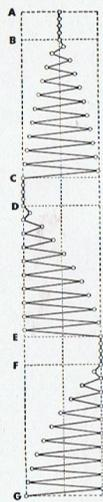

Abb. 27
**Zentraler Nadelausschlag.** Für normale Arbeiten muß sich der Ausschlaghebel B, Abb. 26, in seiner Mittelstellung befinden. Die Maschine erzeugt dann Zickzacknähte, die zentral zur geraden Naht angeordnet sind. Die Strecke A—C in Abb. 27 ist mit zentralem Ausschlag (Ausschlaghebel in Mittelstellung) genäht. Die Teilstrecke A—B stellt die in der Mitte liegende gerade Naht dar, die Strecke B—C verschiedene Zickzackstiche bis zur äußersten Breite von 4 mm.
**Linksseitiger Nadelausschlag.** Wird der Ausschlaghebel B, wie in Abb. 26 gezeigt, nach links oben gestellt, so verlagert sich die gerade Naht an den linken Rand des größten Überstichbereiches von 4 mm (s. Strecke C—D), während die Nadel nach rechts hin ausschlägt und die Zickzackstiche demnach einseitig zur geraden Naht liegen (Strecke D—E, Abb. 27).
**Rechtsseitiger Nadelausschlag.** Stellt man den Ausschlaghebel B (Abb. 26) nach rechts unten, so liegt die gerade Naht am rechten Rand des größten Überstichbereiches von 4 mm (s. Strecke E—F, Abb. 27). Die Nadel schlägt sodann nach links hin aus und bildet Zickzackstiche, wie die Abb. 27 innerhalb der Strecke F—G zeigt.